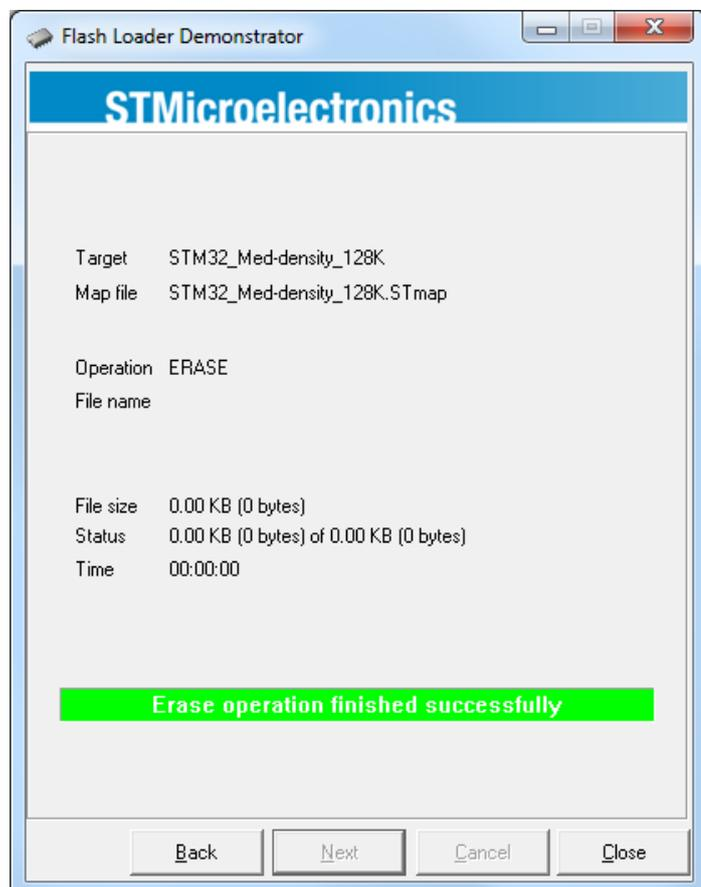
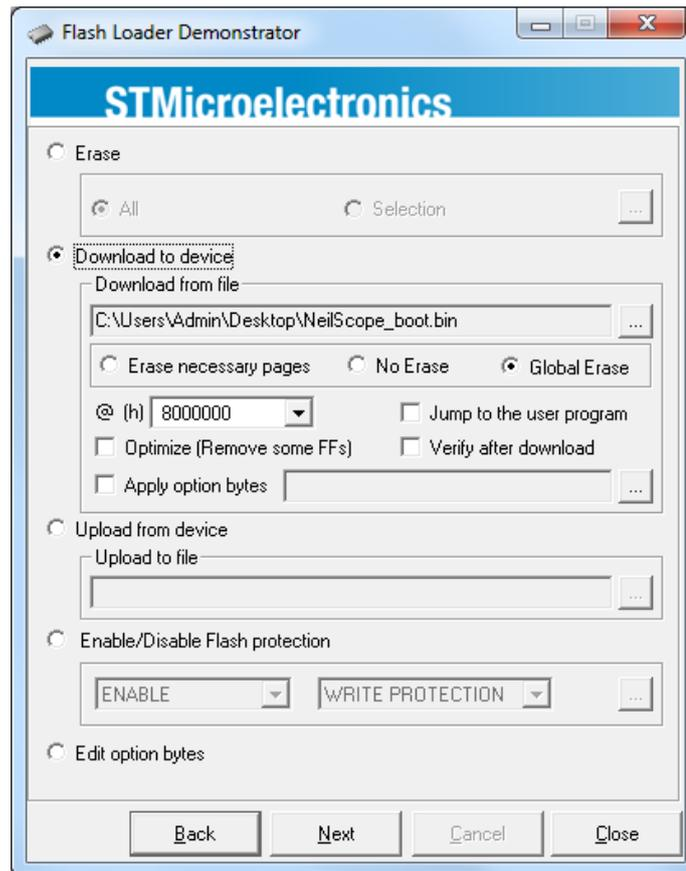

Рис.9 Окно с результатами операции стирания микроконтроллера
Рис.10 Выбор операции записи бутлоадера в память микроконтроллера
10. После выполнения операции стирания, программа «Flash Loader Demonstrator» отобразит окно с результатами операции (Рис.9). В случае выдачи программой сообщения о неуспешном выполнении операции стирания, выполните операцию стирания повторно.
11. В окне с результатами операции стирания (Рис.9) нажимаем кнопку «Back», для перехода к окну выбора операции. Выбираем пункт «Download to device» и нажатием кнопки «...» выбираем из файловой системы компьютера заранее скачанный с сайта бутлоадер «NeilScope_boot.bin» (Рис.10). Нажимаем кнопку «Next» для записи бутлоадера в память микроконтроллера STM32F103.